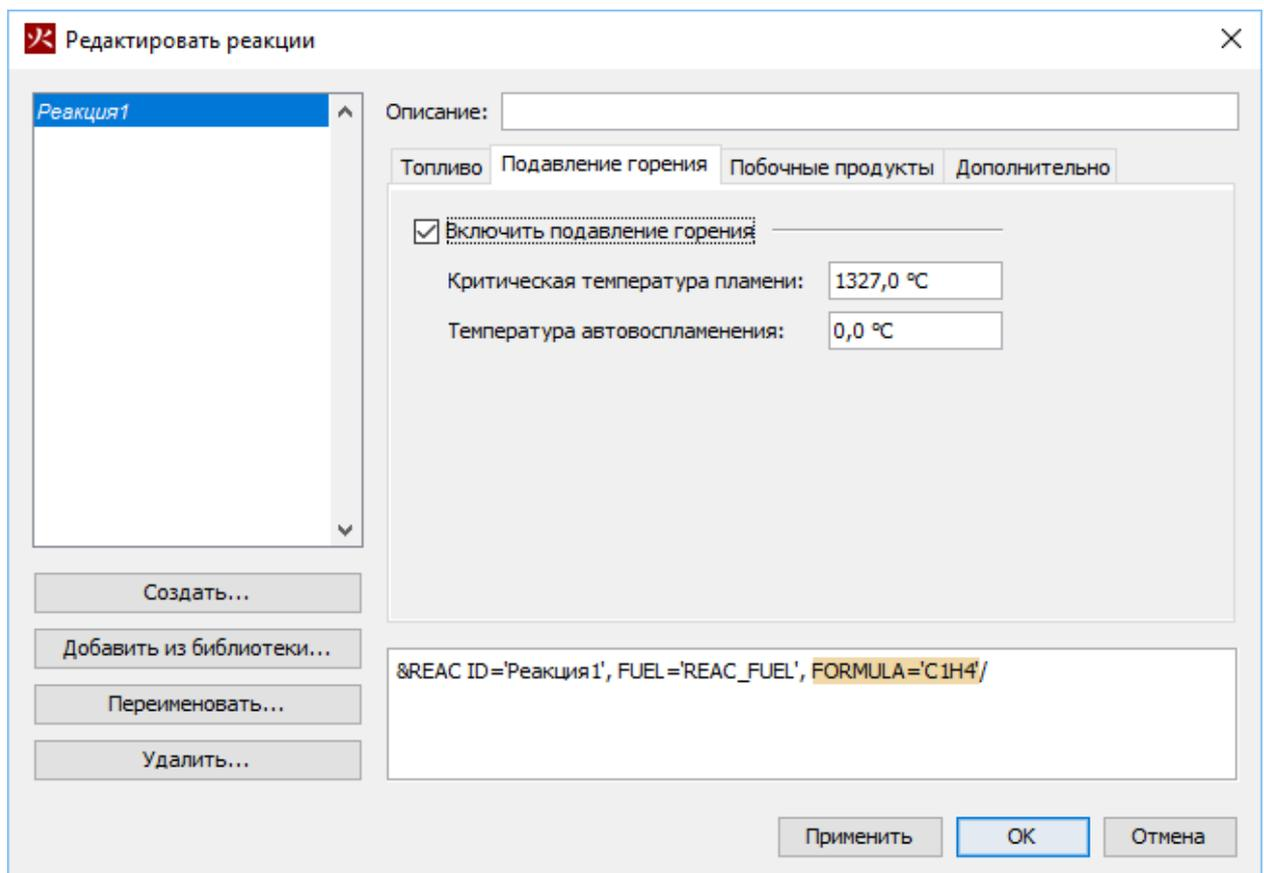

Рисунок 14-3 Вкладка «Подавление горения» окна редактирования реакций
4. На вкладке «**Подавление горения**» вы можете включить подавление горения и задать значения «**Критической температуры**» и «**Температуры автовоспламенения**». Вкладка показана на рисунке Рисунок 14-3.